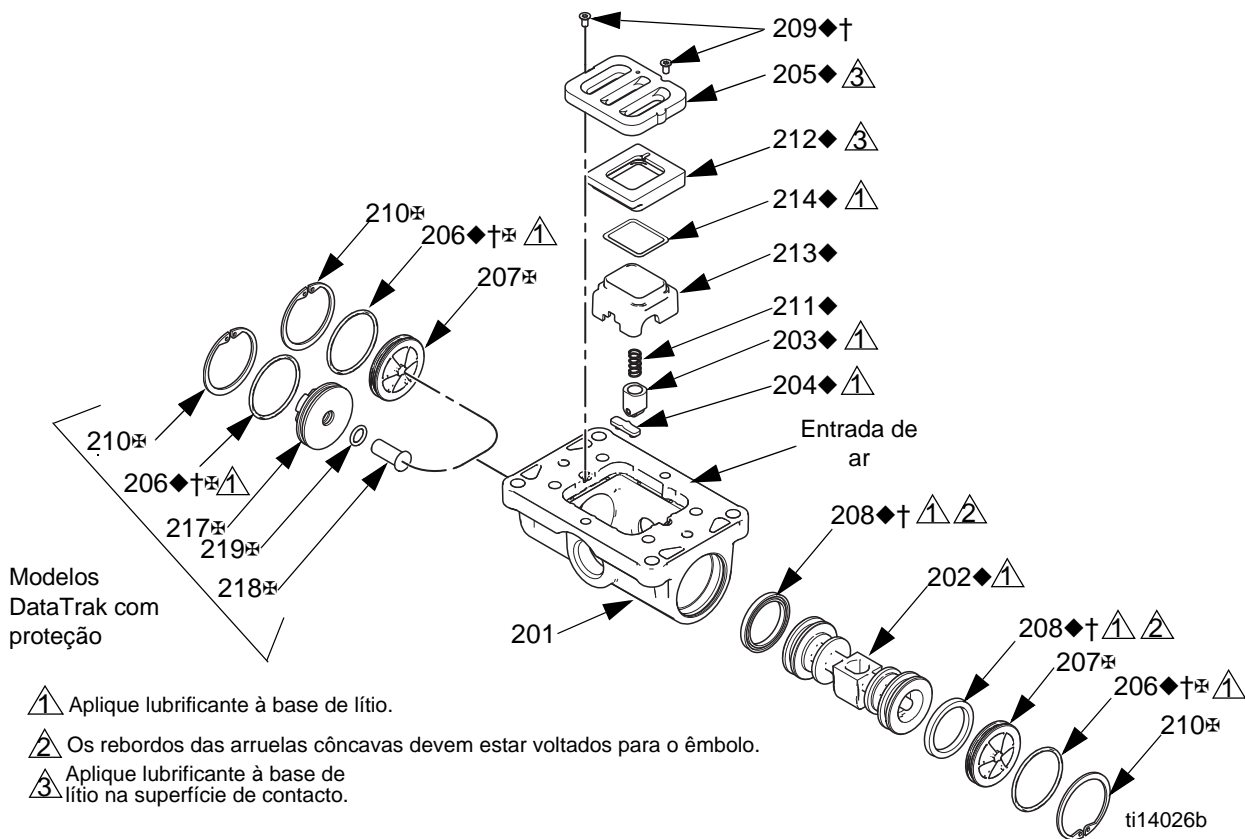

Fig. 4. Montagem da válvula pneumática
2. Consulte FIG. 4. Utilize uma aparafusadora Torx (T8 para centros de alumínio, T9 para centros de plástico) para retirar os dois parafusos (209). Retire a placa da válvula (205), o conjunto de arruelas (212-214), a mola (211) e o conjunto detentor (203).
3. Retire a arruela (213) da base (212). Retire o O-ring (214) da arruela.
4. Consulte FIG. 4. Retire o anel retentor (210) de cada extremidade da válvula pneumática. Utilize o êmbolo (202) para empurrar as tampas (207, 217) para fora das extremidades. Retire os O-rings das tampas (206). Se o modelo da bomba estiver equipado com um solenóide de proteção, retire também o botão de libertação do solenóide (218) e o O-ring (219).
5. Retire os vedantes das arruelas côncavas (208) de cada extremidade do êmbolo (202) e, em seguida, retire o êmbolo. Retire o cilindro hidráulico detentor (204) do compartimento da válvula pneumática (201).